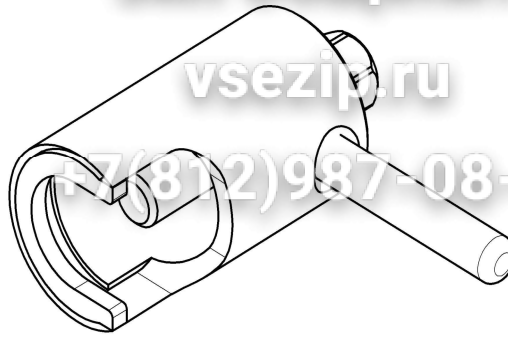

Рис. 18. Съемник крыльчатки.
4. Снимите крыльчатку при помощи специального съемника (см. рис. 18, код для заказа 110000002907 Съемник крыльчатки КП6.376.09.00.000СБ).